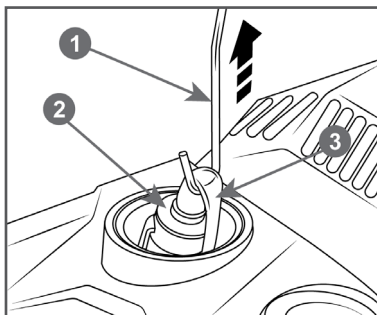

Рис. 19 Обслуживание топливного фильтра
- Согните кусок мягкого провода в виде небольшого крючка 1 (Рис. 19).
- Зацепите крючком топливный шланг 3 с фильтром 2 и вытяните через заливную горловину (Рис. 19).